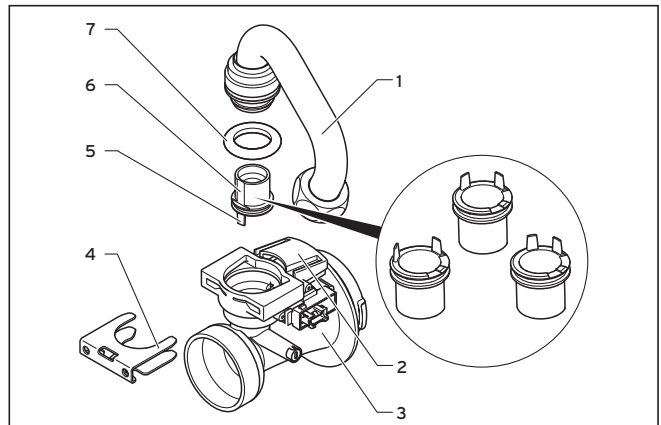

Fig. 2.2 Demontere gassforbindelsesrør
- Demonter gassforbindelsesrøret (1, fig. 2.2) fra venturien (3), ved å trekke av klemmen (4) og trekke gassforbindelsesrøret loddrett ut. Deponer tetningen (7).
- Trekk gasstdysen (6) ut på rett linje og deponer den.
- Når du setter inn gassdysen må du passe på riktig plassering av gassdysen ved hjelp av den angitte posisjonsmarkeringen på toppen av venturien og posisjonsstiftene (**5, fig. 2.2**) under gassdysen.